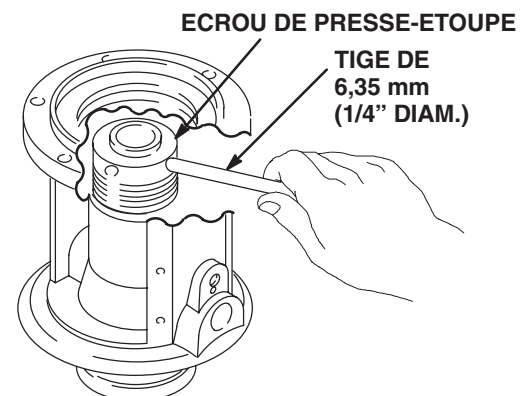

Fig. 5
4. Serrer l'écrou de presse-étoupe à l'aide d'une tige de 6,35 mm (1/4") de diamètre, d'une clé tricoise ou d'une clé dynamométrique. Desserrer d'abord l'écrou, puis serrer légèrement et finalement donner un demi-tour supplémentaire. Voir la Fig. 5.